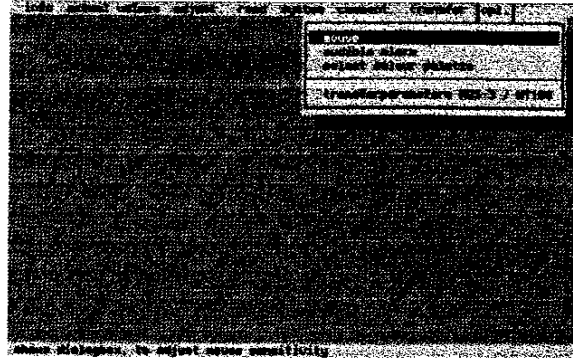

Fig. 6:
**2. Primera función de control (fig.6)